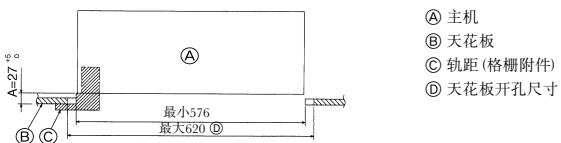

Fig. 2-6
- 若主机无法对准天花板的安装孔，可用固定板上的滑槽调校。(Fig. 2-6)